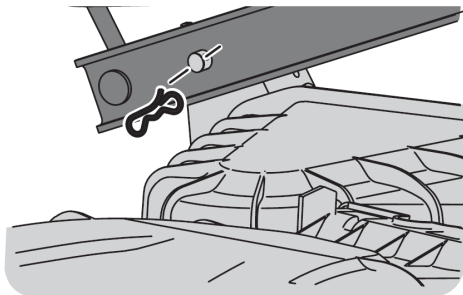

Figure 42
11. トラクターの左側からデッキを見て、デッキの後部左側にある蝶ネクタイピンを見つけます。図42を参照してください。
12. ピンを取り外し、デッキピンをデッキリフトアームから引き出します。図42を参照してください。